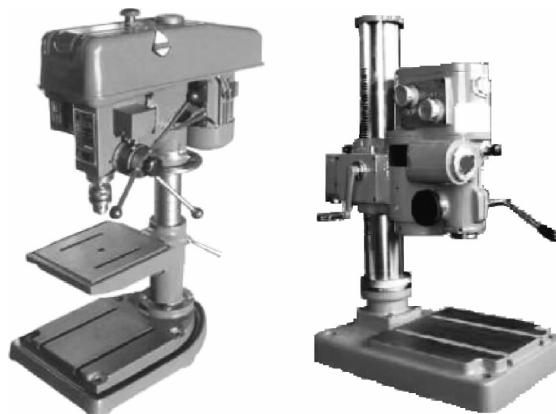

图 0-5 台式钻床
(1) 钻床的分类。根据钻床结构和适用范围不同, 钻床可以分为台式钻床(台钻)、立式钻床(立钻)和摇臂钻床三种。
①台式钻床。台式钻床是一种可放在台子上或专用的架子上使用的小型钻床, 如图 0-5 所示。台式钻床的最大钻孔直径一般在 12 mm 以下。台式钻床主轴转速很高, 常用三角皮带传动, 由多级皮带轮来变换转速。